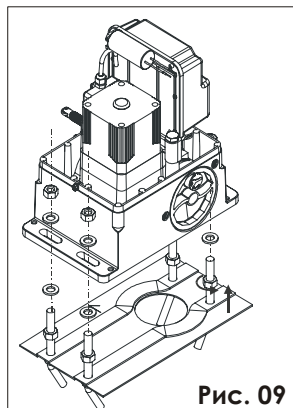

Рис. 09
- Расположите привод на плате, используя шайбы и гайки из поставки, как показано на рис.09. Во время этой процедуры, проложите кабели через канал внутри корпуса двигателя (рис.01 поз. 9). При необходимости, два отверстия могут быть объединены.